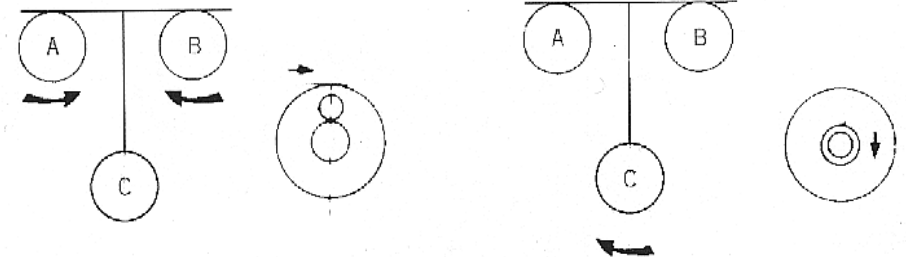

Рисунок 4
- Подъемными винтами А,В,С установите пузырек в центр (рис.4)